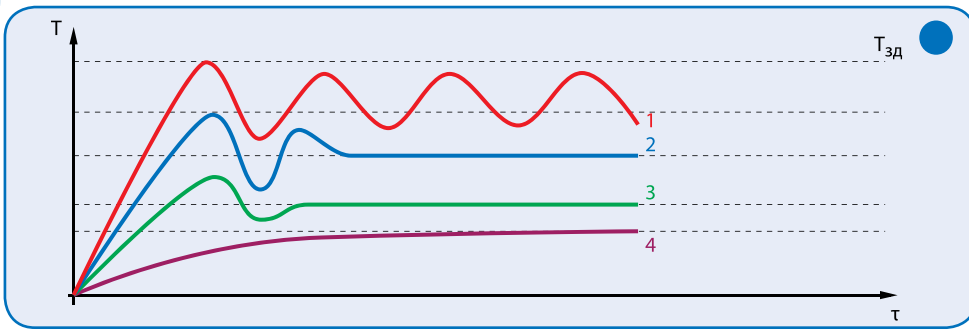

Рис. 4.
5. Установите зону пропорциональности, равную размаху колебаний температуры ΔT . Это значение служит первым приближением для зоны пропорциональности. Следует проанализировать переходную характеристику еще раз и при необходимости скорректировать значение зоны пропорциональности. Возможные варианты переходных характеристик показаны на рис. 4.
6. Если характер изменения температуры имеет вид как на графике 1 (рис. 4), то необходимо значительно увеличить зону пропорциональности.
7. Если характер изменения температуры имеет вид как на графике 2 (рис. 4), то мы имеем затухающие колебания. Это вполне удовлетворительный результат для пропорционального закона, и можно приступить к настройке интегральной части.